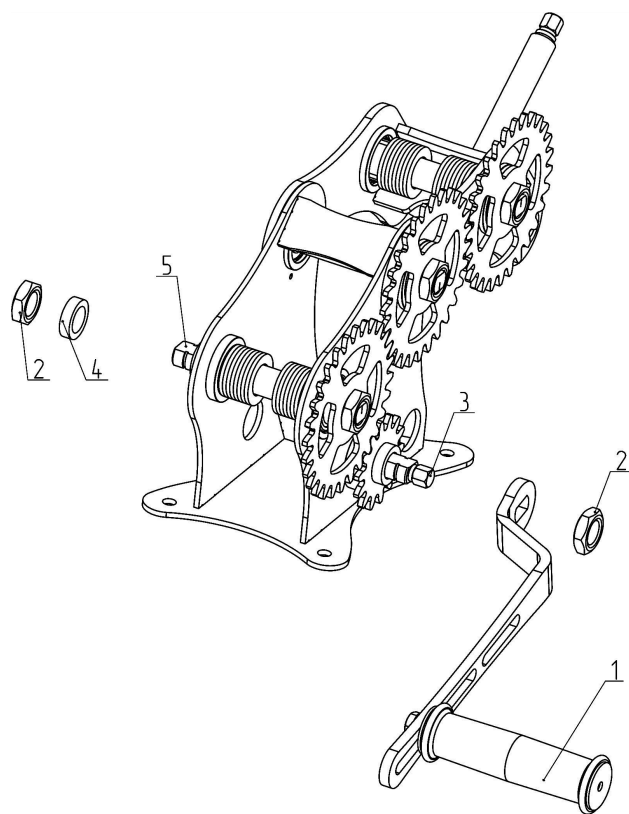

Рисунок 6 — Порядок установки рукоятки на приводную шестерню.
Также приводная шестерня (см. Рис. 6.) может вращаться через рукоять (1) (см. Рис. 6). Для этого необходимо переставить рукоять с опорного валка (5) на вал приводной шестерни (3). Отверните гайки (2), затем произведите взаимную смену шайбы (4) на рукоять (1). Наверните гайки (2).